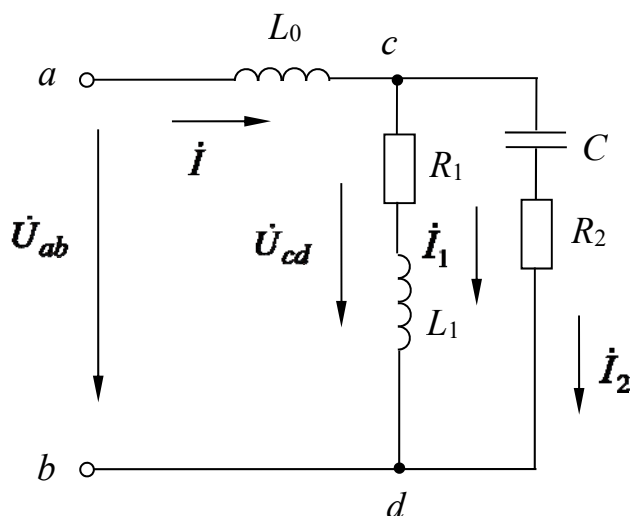

Рисунок 3.3 – Электрическая цепь переменного тока с параллельным соединением элементов к задаче 2
**Задача 2.** Определить токи в электрической цепи (рисунок 3.3), если напряжение на входе  $U_{ab} = 120 \text{ В}$ , а значение сопротивлений  $X_{L0} = 4 \text{ Ом}$ ,  $R_1 = 6 \text{ Ом}$ ,  $X_{L1} = 8 \text{ Ом}$ ,  $X_C = 5 \text{ Ом}$ ,  $R_2 = 5 \text{ Ом}$ . Осуществить моделирование работы схемы в среде Multisim.